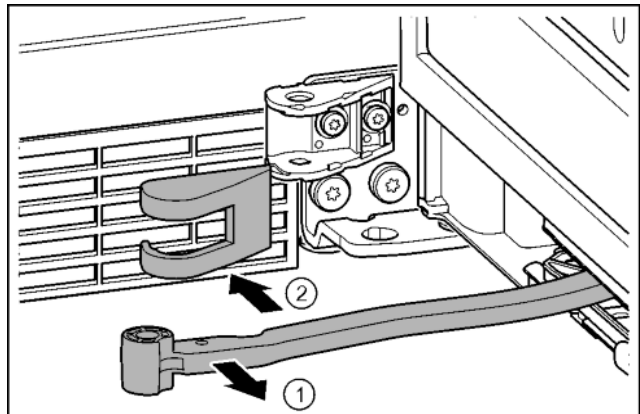

Fig. 16
- Forgassa az ajtó irányába a csuklót. Fig. 16 (1)
- Vegye le a csapágybak fedelét. Fig. 16 (2)